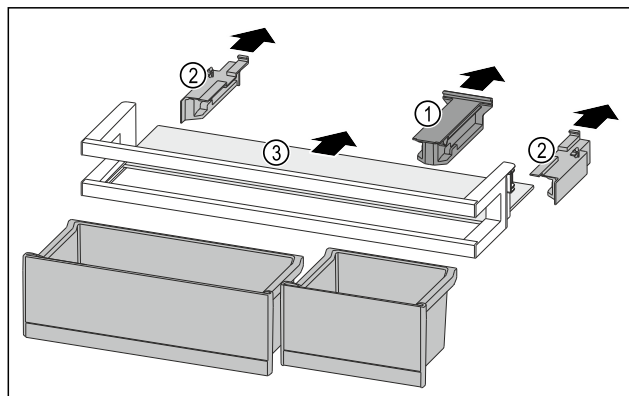

Fig. 146
- ▶ Skinite pridržni dio Fig. 146 (1).
- ▶ Skinite bočne dijelove Fig. 146 (2).
- ▶ Izvadite policu Fig. 146 (3).